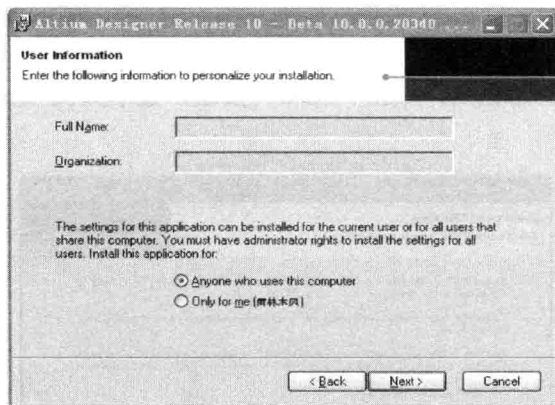

图 1-3 “User Information” 窗口
(3) 选择“License Agreement”窗口中的“I accept the license agreement”单选项，同意该协议，然后单击“Next”按钮，显示如图 1-3 所示的“User Information”窗口。